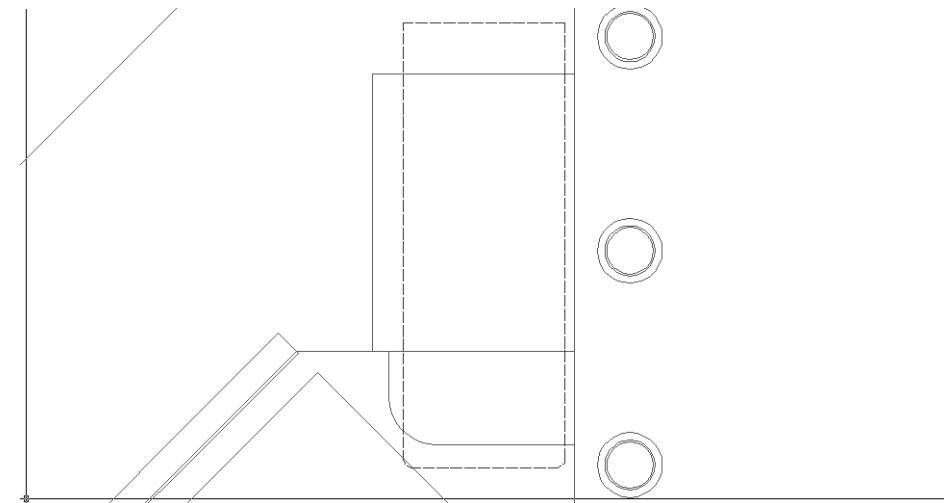

Рис. 6.25 ▼ Объекты слоя СБлок П автоматически отображаются штриховыми линиями
7. Заморозьте слой СБлок Н и разморозьте слой СБлок П. Вы не только убедитесь в том, что на этом слое появился контур системного блока, но и в том, что образующим его объектам был автоматически назначен выбранный при создании этого слоя тип прерывистой (штриховой) линии (рис. 6.25).